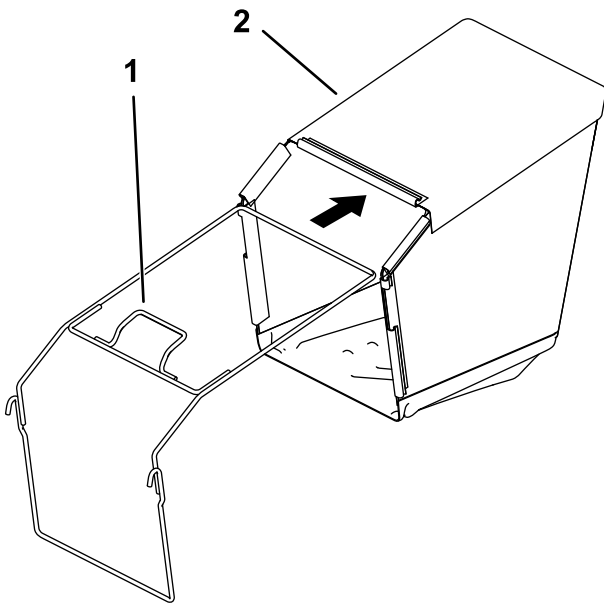

Figura 6
2. Introduceți cadrul în sacul pentru iarbă, ținând mânerul deasupra sacului (Figura 6).